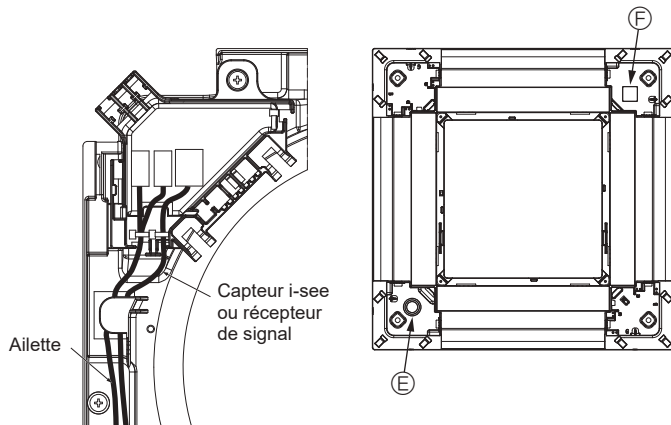

Fig. 5-14
- **Faites passer les fils du Capteur i-see et du récepteur de signal comme illustré dans la Fig. 5-14.**